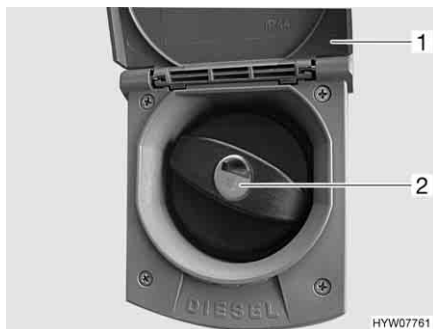

Fig. 27 Coperchio per bocchettone di riempimento per il rifornimento di carburante
- Alzare lo sportello (Fig. 27,1) verso l'alto.
- Inserire la chiave nel cilindro della serratura (Fig. 27,2) e ruotare in senso antiorario.